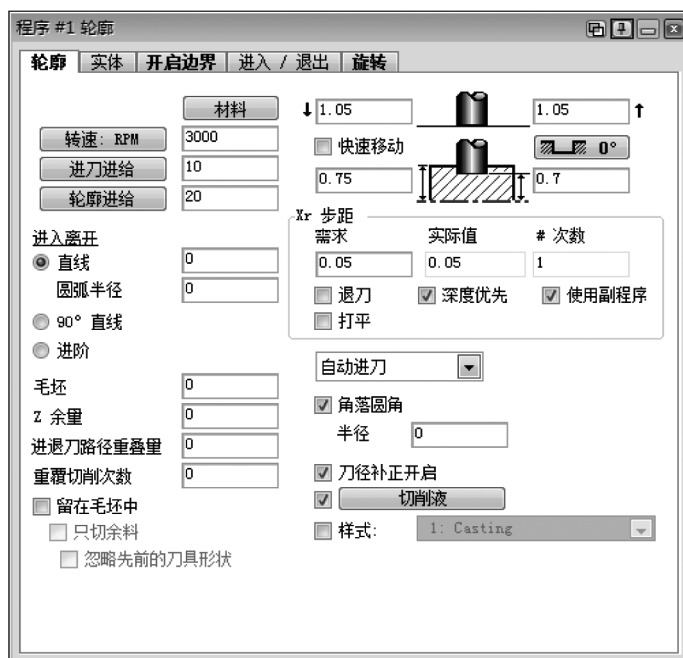

图 2-75 轮廓加工工艺参数
- 1) 使用刀具 #6 产生轮廓加工工艺参数，如图 2-75 所示。